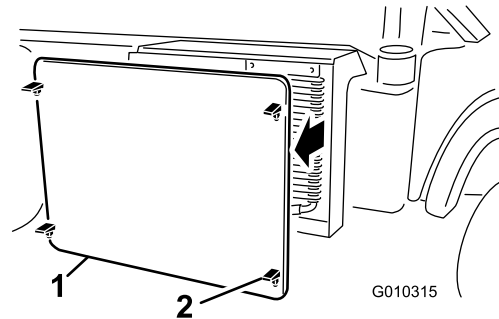

Figura 31
3. Abra los enganches y retire la rejilla del radiador de la parte delantera del radiador (Figura 31).